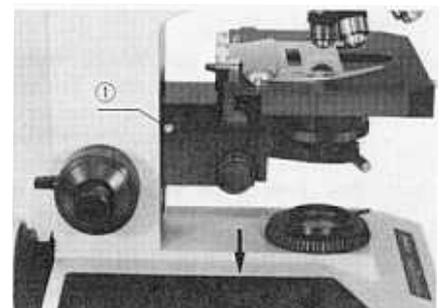

Abb. 19
Zusätzlich zum vertikalen Bewegungsbereich des Objektisches kann dieser in der Höhe verstellt werden. (Abb.19). Der mitgelieferte Innensechskantschlüssel wird auf der linken Seite der Tischhalterung in die Innensechskantschraube (1) gesteckt. Dreht man jetzt gegen den Uhrzeigersinn, kann die Schraube gelöst werden und der Tisch für Kammern oder Schalen in die gewünschte Höhe justiert werden.